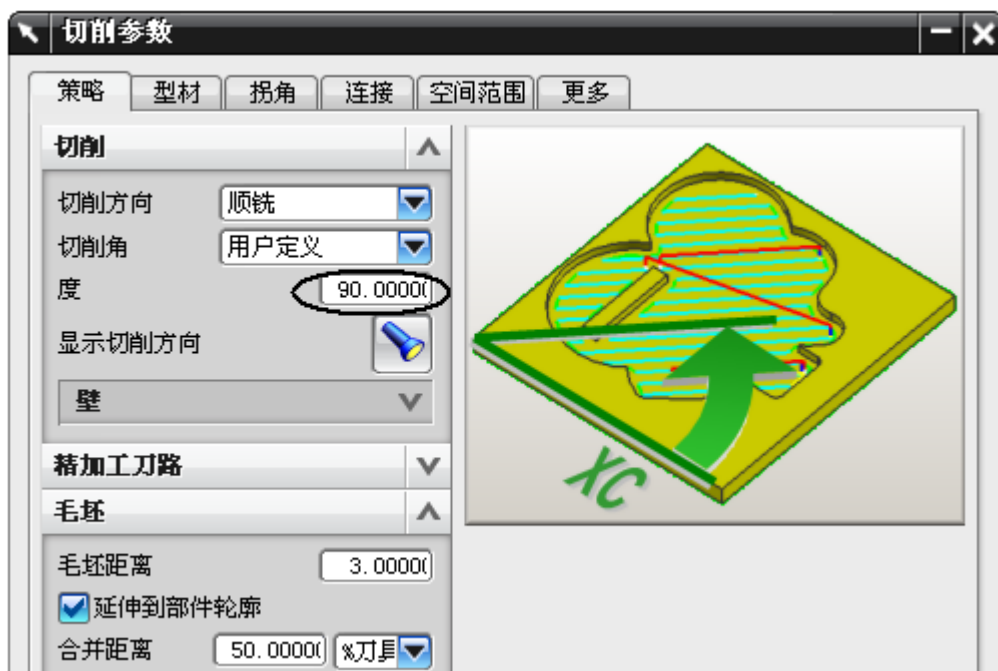

图 8-66
- 单击 , 设置如图 8-66 所示的切削参数, 单击 OK。